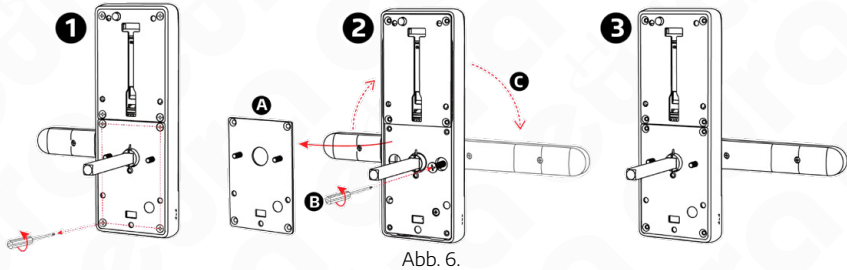

Abb. 6.
- Lösen Sie die 4 Schrauben an der Unterseite des Schildes, mit denen die Abdeckung befestigt ist (Abb. 6).
- Entfernen Sie die Abdeckung (Abb. 6, Pos. 1-A),
- Lösen Sie die Sicherungsschraube (Abb. 6, Pos. 2-B),
- Stellen Sie den Griff in die gewünschte Öffnungsrichtung (Abb. 6, Position 2-C).
- Abdeckung montieren und Befestigungsschrauben festziehen (Abb. 6, Pos. 3)